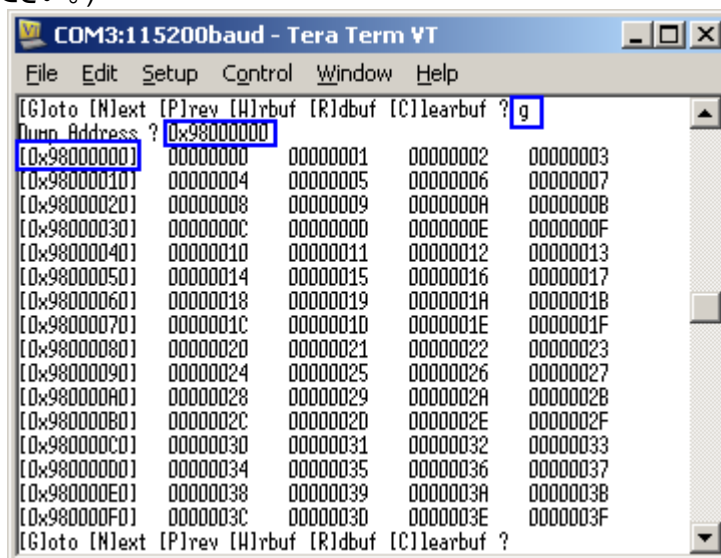

図 3-10: ‘G’oto サブ・メニューの表示画面
- ‘G’ (Goto): このサブ・メニューによりDUMP表示するアドレスを図3-10のように直接指定します。表示先アドレスは先頭に“0x”をつけて16進数で入力します。(先頭に“0x”をつけない場合10進数で認識されますのでご注意ください。)